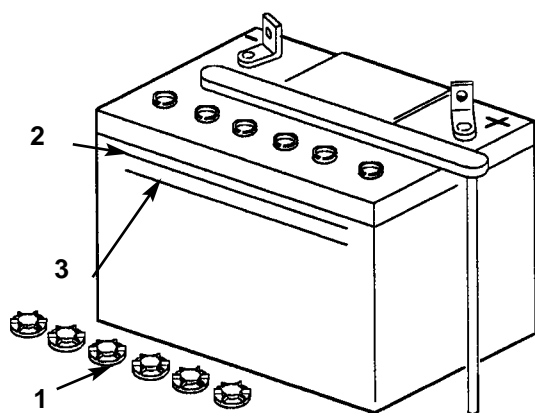

Fig. 21
2. Osservate il lato della batteria: l'elettrolito deve raggiungere la riga "SUPERIORE" (Fig. 21); non permettete che scenda al di sotto della riga "INFERIORE" (Fig. 21).